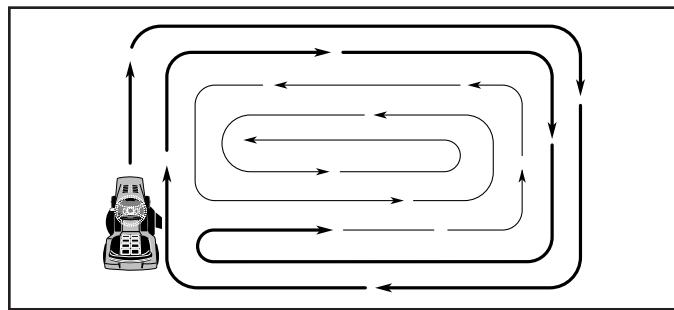

Fig. 15
- Al segar las áreas grandes, empiece girando a la derecha de modo que los recortes se descarguen, alejándose de los arbustos, cercos, entradas de automóviles, etc. Despues de una o dos vueltas, siegue en la dirección opuesta, haciendo virajes a la izquierda, hasta que termine (Vea Fig 15).